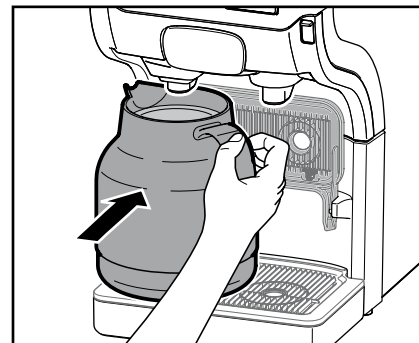

Fig. 12
- Collocare il bicco sulla vaschetta di sgocciolamento (fig. 12).